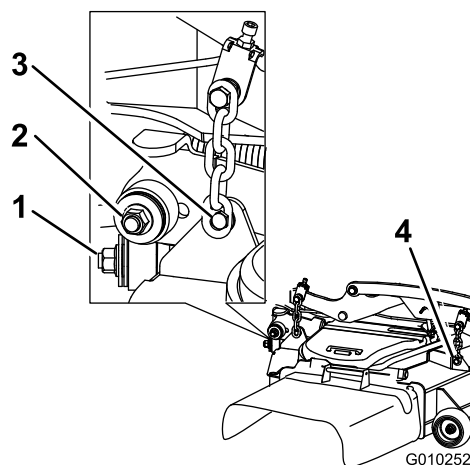

Figura 103
7. Retire y guarde los herrajes de ambos lados de la carcasa (Figura 103).